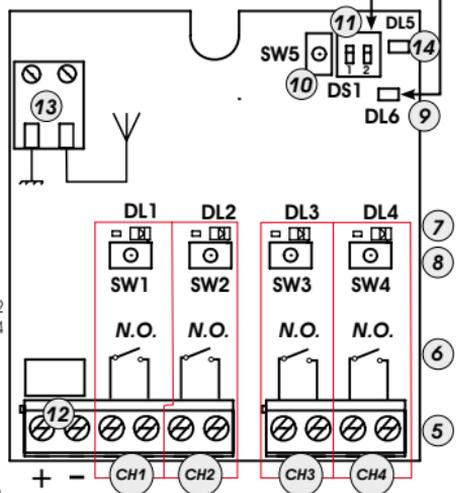

Fig.1
- 2) Appuyer, pendant 1 seconde, sur le bouton-poussoir du récepteur (Fig.1 réf. ⑥), correspondant au canal auquel on souhaite associer la radiocommande.
- 3) La LED correspondante sur le récepteur (Fig.1 réf. ⑦), commence à clignoter lentement pendant 5 s.
- 5) La LED (Fig.1 réf. ⑦) sur le récepteur s'allumera fixe pendant 1 seconde, puis elle s'éteindra, indiquant que la mémorisation a été effectuée.
- 4) Appuyer, pendant 1 seconde, sur le bouton-poussoir du récepteur (Fig.1 réf. ⑥), correspondant au canal auquel on souhaite associer la radiocommande.
- 5) La LED correspondante sur le récepteur (Fig.1 réf. ⑦) commence à clignoter lentement pendant 5 s.
- 7) La LED sur la platine (Fig.1 réf. ⑦) s'allumera fixe pendant 1 seconde, puis elle s'éteindra, indiquant que la mémorisation a été effectuée.
- 1) Appuyer, pendant 1 seconde, sur le bouton-poussoir du récepteur (Fig.1 réf. ⑥), correspondant au canal auquel on souhaite associer la radiocommande.
- 2) La LED correspondante sur le récepteur (Fig.1 réf. ⑦), commence à clignoter lentement pendant 5 s.
- 4) La LED sur le récepteur (Fig.1 réf. ⑦) s'allumera fixe pendant 1 seconde, indiquant que la mémorisation a été effectuée, puis elle recommencera à clignoter pendant 5 s supplémentaires durant lesquelles on peut mémoriser une autre radiocommande.
- b) Appuyer, en les maintenant enfoncés, simultanément sur les boutons-poussoirs P1 et P2 jusqu'à ce que la LED (Fig.1 réf. ⑦) clignote sur la platine du récepteur.
- f) La LED (Fig.1 réf. ⑦) s'allume fixe pendant 2 s, indiquant que la mémorisation a été effectuée, puis elle recommencera à clignoter pendant 5 s durant lesquelles on peut répéter le point "e", et les points successifs, pour d'autres télécommandes, puis elle s'éteindra.
- 1) Pour effacer **TOUTS** les codes des radiocommandes associés aux canaux 1-2 ou 3-4, il suffit de maintenir le bouton-poussoir correspondant enfoncé (Fig.1 réf. ⑥), pendant 10 s.
- 2) La LED (Fig.1 réf. ⑦) correspondant au bouton-poussoir enfoncé clignote pendant les 5 premières secondes, puis le clignotement s'accélère pendant les 5 secondes suivantes.
Pour programmer le temps, **choisir tout d'abord par l'intermédiaire du DIP-SWITCHE 2 la base de temps** sur laquelle la platine effectuera le décompte (voir tableau fig.1); ensuite, appuyer sur la touche SW5 (Fig.1 réf. ⑩) jusqu'au temps choisi correspondant (à chaque pression de la touche correspond un court allumage de la LED DL6). Attendre 5 s, **sans appuyer sur aucune touche**, jusqu'à l'allumage fixe de la LED DL6 pendant 3 s. (pour sortir de la programmation).
2) Appuyer 10 fois sur la touche SW5 (Fig.1 réf. ⑩).
2) Appuyer 20 fois sur la touche SW5 (Fig.1 réf. ⑩).